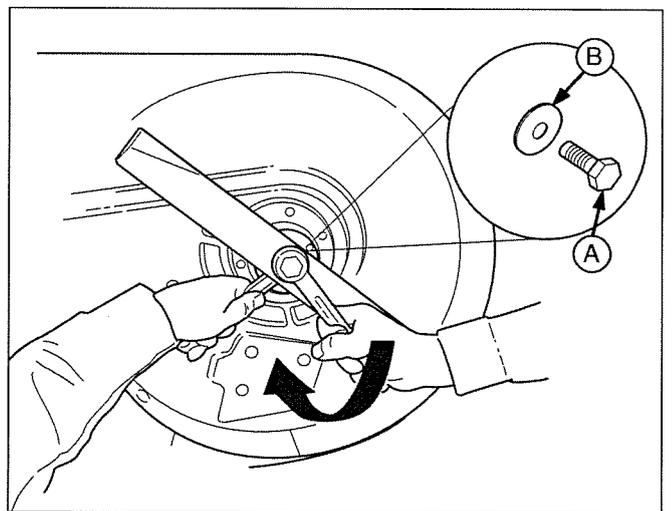

Figure 39. Serrage de la lame pour la monter
5. Remonter chaque lame avec les onglets dirigés vers le haut vers le plateau de coupe comme il l'est décrit à la figure 39. Fixer avec un boulon et une rondelle plate, puis serrer les boulons à un couple de 70 ft/lb (94 N.m.).